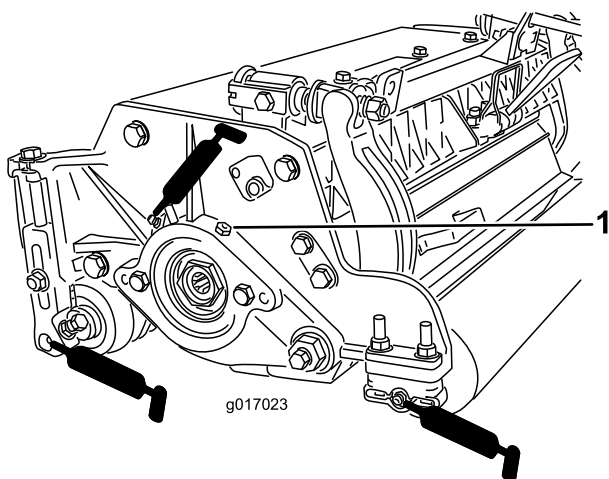

Figura 25
Cada unidade de corte possui (6) bocais de lubrificação (Figura 25) que deverão ser lubrificados regularmente com massa lubrificante nº 2 para utilizações gerais, à base de lítio.